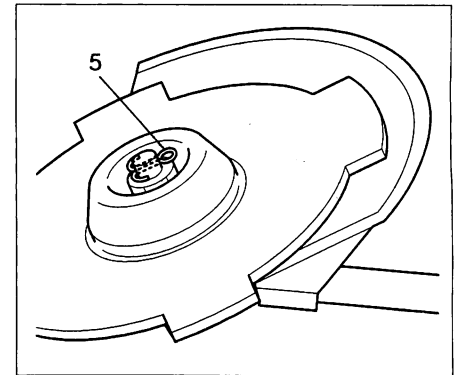

Fig. 1-10C
If your unit is of a nut-securing type and equipped with a cotter pin, the blade must be retained with a new cotter pin (5) each time installed. (Fig. 1-10C)
Si votre appareil est du genre à écrou de calage et muni d'une goupille, il faut retenir la lame au moyen d'une clavette neuve (5) qu'on monte chaque fois. (Fig. 1-10C)
Se il suo elemento è del tipo di fissaggio di dado e provvisto di una chiavetta trasversale, la lama deve sostenersi per mezzo di una coppiglia nuova (5) ogni volta quando sia effettuato il montaggio. (Fig. 1-10C)
Wenn Ihr Gerät von der Muttersicherungsmachart und mit einem Schliessbolzen ausgerüstet ist, man soll die Klinge mit einem Schliessbolzen (5) festhalten, der jedesmal eingerichtet werden soll. (Fig. 1-10C)
Si el aparato de usted es del tipo de tuerca trabada y provisto de una clavija hendida, hay que sujetar el cuchillo mediante un pasador de chaveta nuevo (5) que se monta cada vez. (Fig. 1-10C)